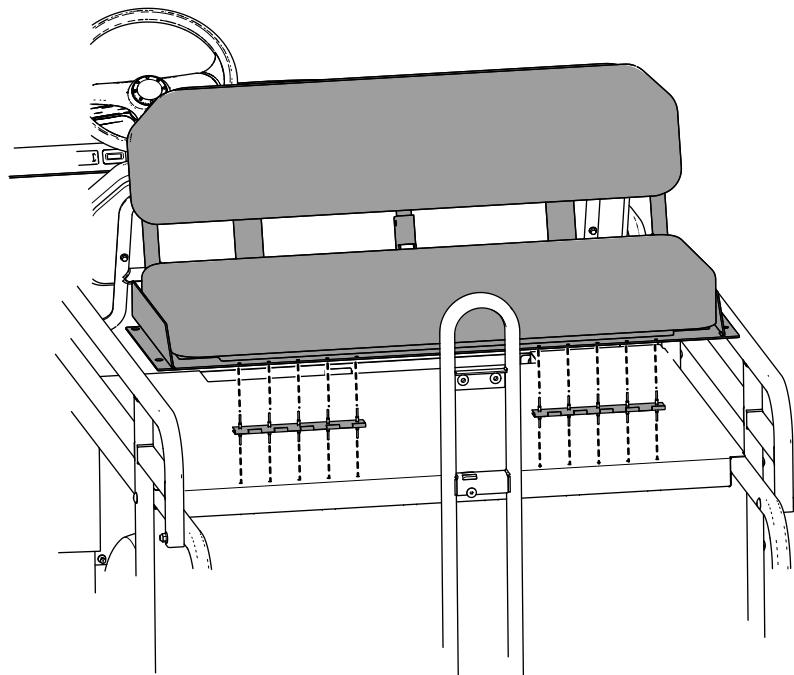

Figura 11
10. Instale o conjunto do banco na plataforma plana, alinhando os furos na plataforma plana nas dobradiças e prenda o conjunto do banco com rebites na plataforma plana (Figura 11).